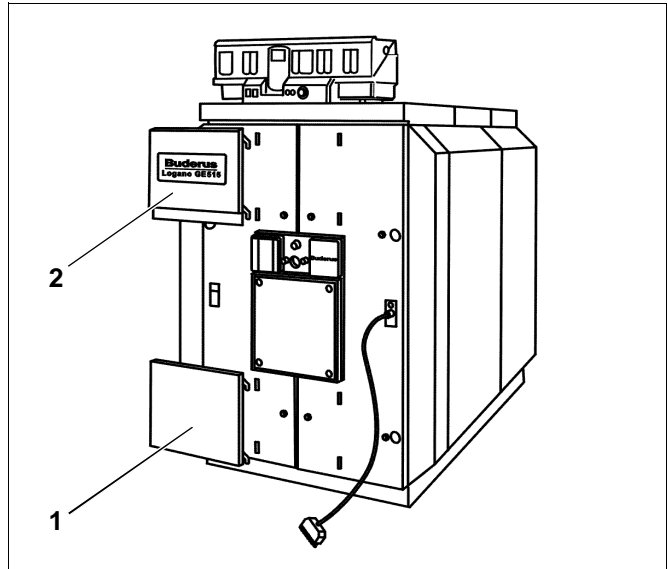

Fig. 57 Montaggio degli schermi della porta del bruciatore
- Agganciare gli schermi della porta del bruciatore al rivestimento della stessa (fig. 57, **pos. 1 e 2**).